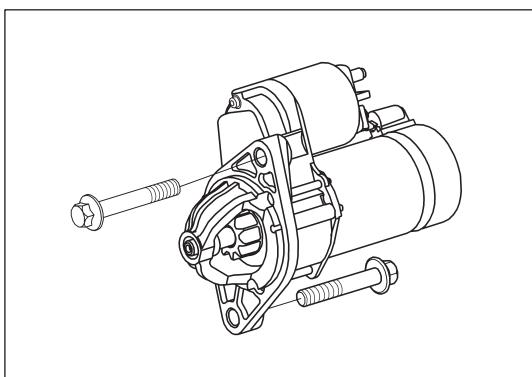

Рис. 6-3-1. Стартер
- (1) Вывернуть фланцевые болты крепления стартера M10×1,25×60 (4G15T), M10×1,25×65 (GW4G 15B) и снимите стартер, как показано на рис. 6-3-1.
- (2) Снять пылезащитный кожух стартера.